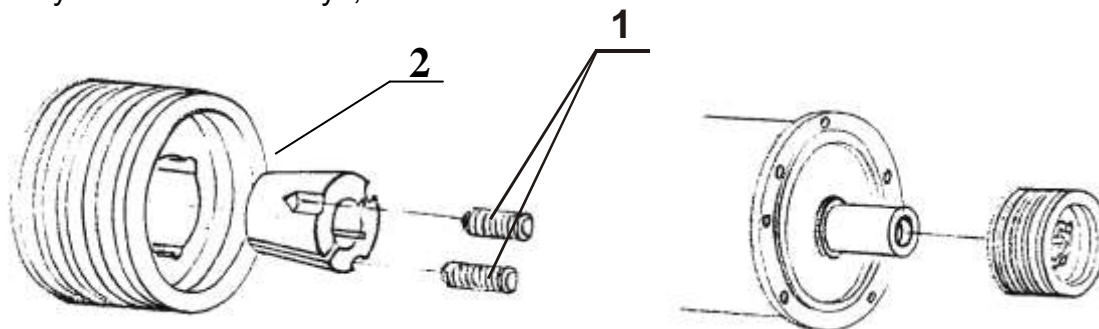

Рисунок 26 – Схема закрепления шкива на валу.
- Вставить конус 2 в ступицу и завернуть без усилия два установочных болта 1 (расположение установочных болтов показано на рис. 26). Используйте винтовую нарезку для болтов, которая находится на посадочной поверхности шкива.